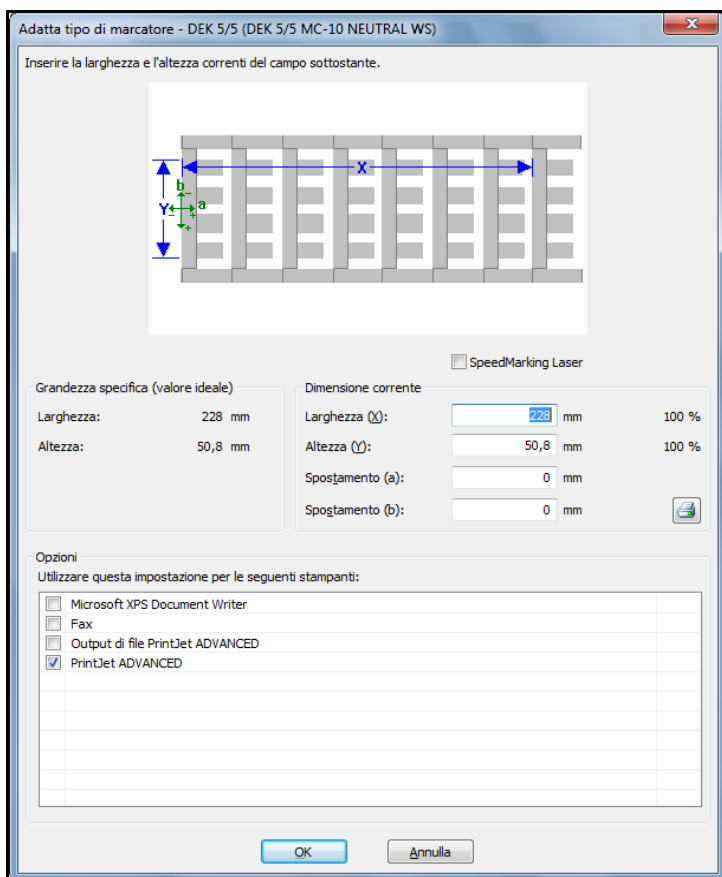

Figura 105 Regolazione del tipo di marcatore
Per ovviare a questo problema è necessario modificare il valore dello 'Spostamento (a)' nella finestra 'Adatta tipo di marcatore' (vedere Figura 105 Regolazione del tipo di marcatore).
Per ovviare a questo problema è necessario modificare il valore dello 'Spostamento (b)' nella finestra 'Adatta tipo di marcatore' (vedere Figura 105 Regolazione del tipo di marcatore).
Per ovviare a questo problema è necessario sottrarre il valore misurato (in questo esempio 1 mm) dal valore attuale 'Larghezza (X)' nella finestra 'Adatta tipo di marcatore' (vedere Figura 105 Regolazione del tipo di marcatore).
Se, con il susseguirsi dei marcatori, la stampa si sposta progressivamente dal centro verso sinistra, è necessario aggiungere il valore misurato al valore attuale 'Larghezza (X)' nella finestra 'Adatta tipo di marcatore' (vedere Figura 105 Regolazione del tipo di marcatore).
Per ovviare a questo problema è necessario sottrarre il valore misurato (in questo esempio 1 mm) dal valore attuale 'Altezza (Y)' nella finestra 'Adatta tipo di marcatore' (vedere Figura 105 Regolazione del tipo di marcatore).
Se, con il susseguirsi dei marcatori, la stampa si sposta progressivamente dal centro verso il basso, è necessario aggiungere il valore misurato al valore attuale 'Altezza (Y)' nella finestra 'Adatta tipo di marcatore' (vedere Figura 105 Regolazione del tipo di marcatore).